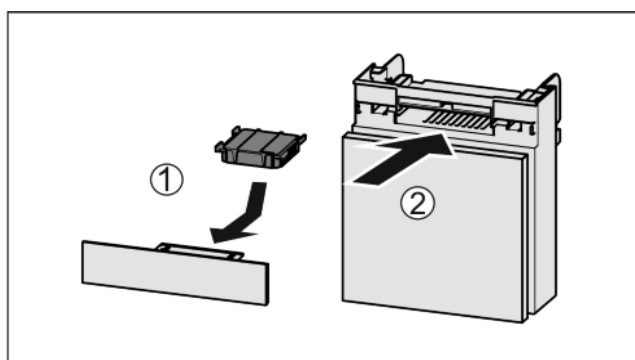

Fig. 45
- ▶ Actiefkoolfilter overeenkomstig afbeelding aanbrengen Fig. 45 (1).
- ▶ Lade erin schuiven Fig. 45 (2).